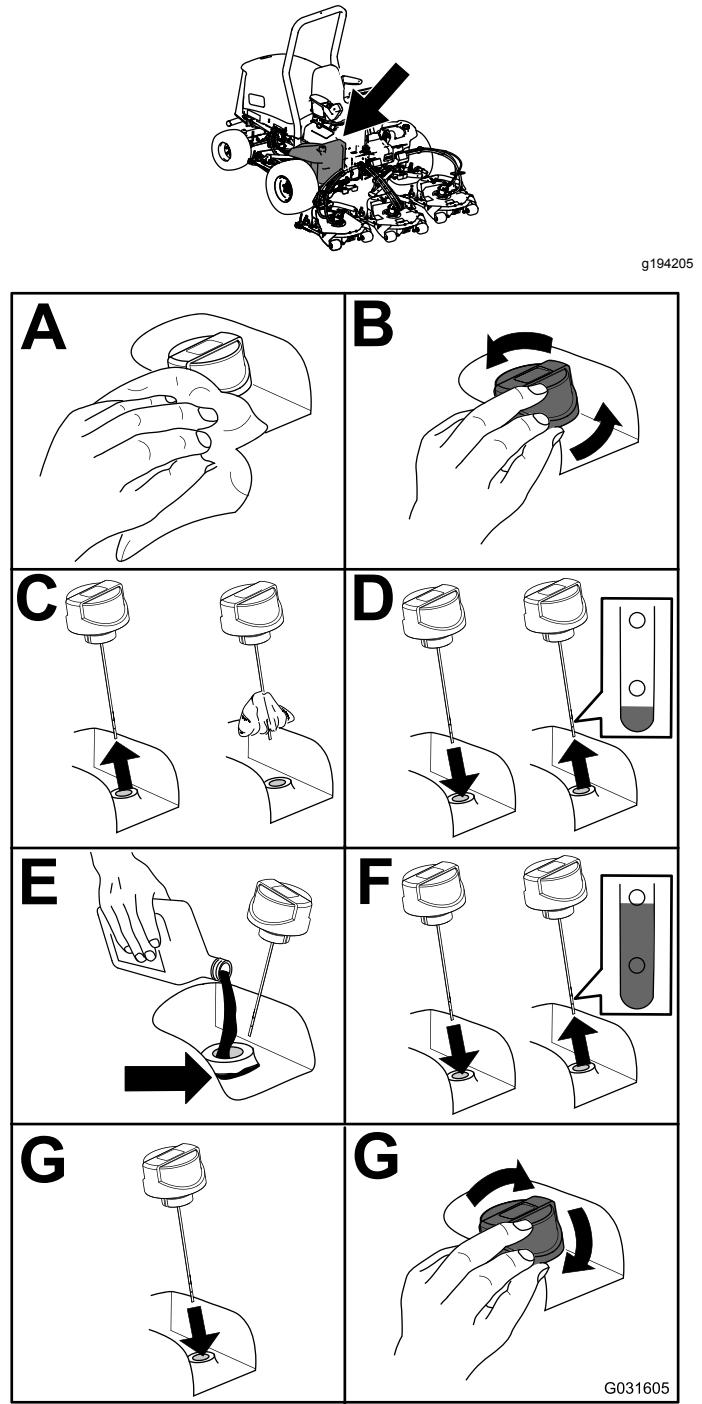

Figura 57
2. Verifique o nível de fluido hidráulico (Figura 57).
5. Encha o reservatório com fluido hidráulico (Figura 57).